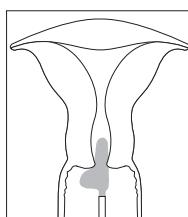

Рисунок 1
3. Утримуючи FLOQSwabs® за стрижень, вставте наконечник тамpons (довшу частину L) в канал шийки матки, залишивши назовні ширшу частину тамpons (короткий відрізок L). Див. рис. 1